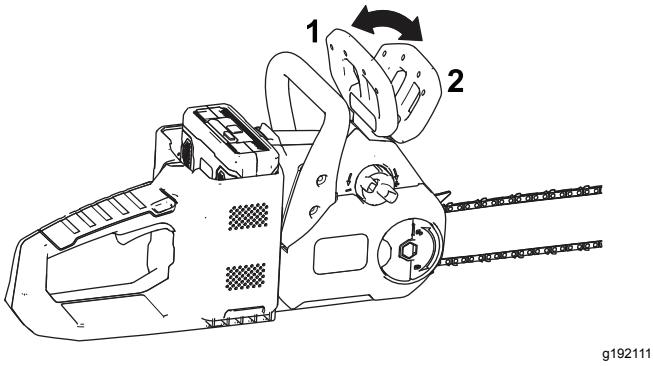

Figure 28
2. Engagez le frein de chaîne en l'actionnant vers l'avant, à la position d'ARRÊT (Figure 28).
4. Désengagez le frein de chaîne en l'actionnant vers l'arrière à la position MARCHÉ (Figure 28).
2. Dépliez la languette de l'écrou à oreilles et desserrez, mais ne retirez pas, l'écrou du couvercle (Figure 28).